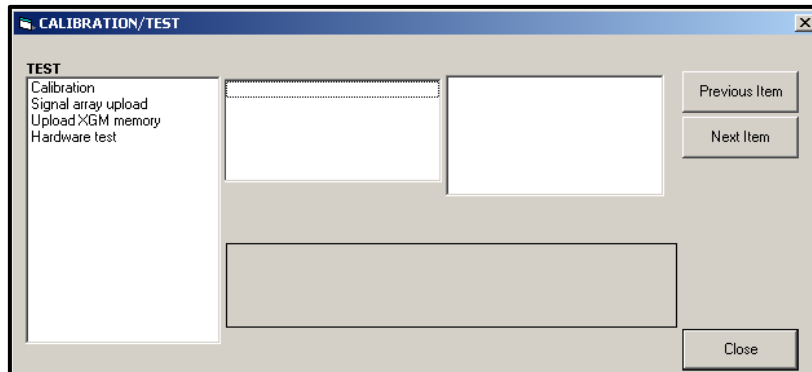

Figura 10: Menú *Calibración/Prueba*
5. Para introducir datos en el programa de usuario, haga doble clic en el menú *Calibración/Prueba*. Aparece una ventana similar a la de la Figura 10.
1. En el menú *Calibración/Prueba* (véase Figura 10 en la página 42), haga doble clic en la entrada *Calibración* para abrir la opción.
Para calibrar cualquier tarjeta opcional instalada en la ranura 1 del XGM868i, acceda al menú *Calibración/Prueba* como se muestra en la Figura 10 en la página 42.